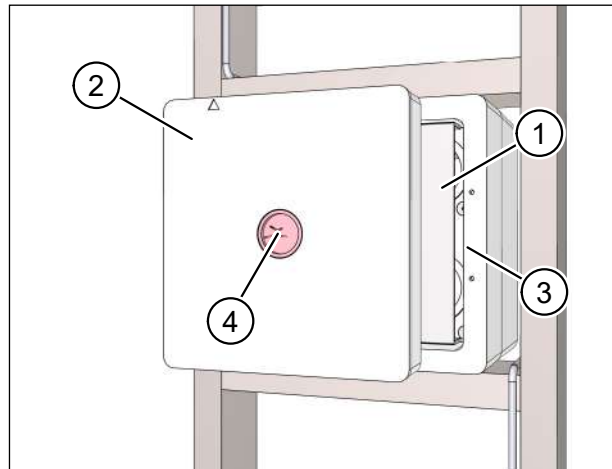

Abb. 14: Kartoneinlage und Putzschutzdeckel einsetzen
- ▶ Setzen Sie die Kartoneinlage (Pos. 1 in Abb. 14) in den Mauerkasten (Pos. 3 in Abb. 14) bis zum Anschlag ein.
- ▶ Setzen Sie den Putzschutzdeckel (Pos. 2 in Abb. 14) in den Mauerkasten (Pos. 3 in Abb. 14) bis zum Anschlag ein.
- ▶ Kontrollieren Sie, dass der rote Signaldeckel (Pos. 4 in Abb. 14) im Putzschutzdeckel sitzt.